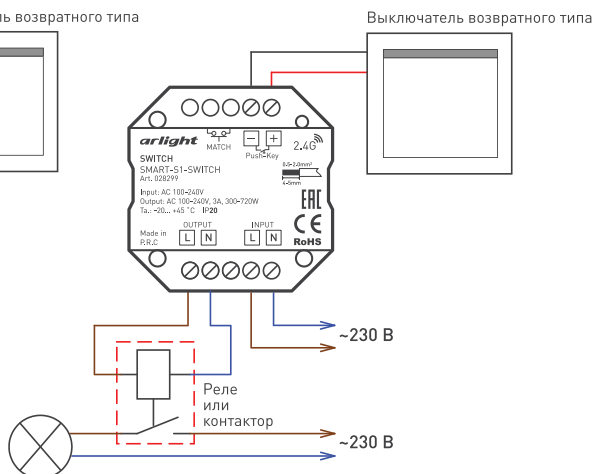

Рисунок 2.
- 3.3. В случае когда суммарный ток превышает 3 А или пусковой ток превышает 30 А, рекомендуется производить подключение нагрузки через реле или контактор (рисунок 2).